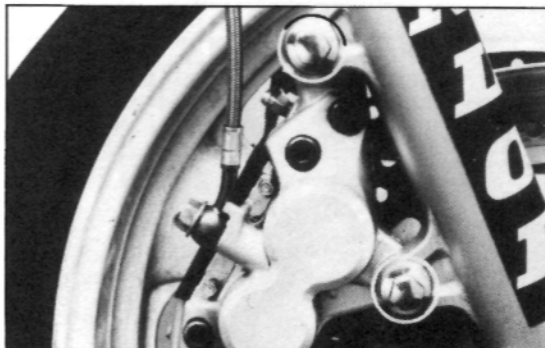

Bild 222
- Bremssattel nach Ausdrehen der Befestigungsschrauben (Bild 222) abnehmen.
Zum Ausbau des Lauftrads müssen beide Brems-sättel ausgebaut sein, siehe Bild 222.